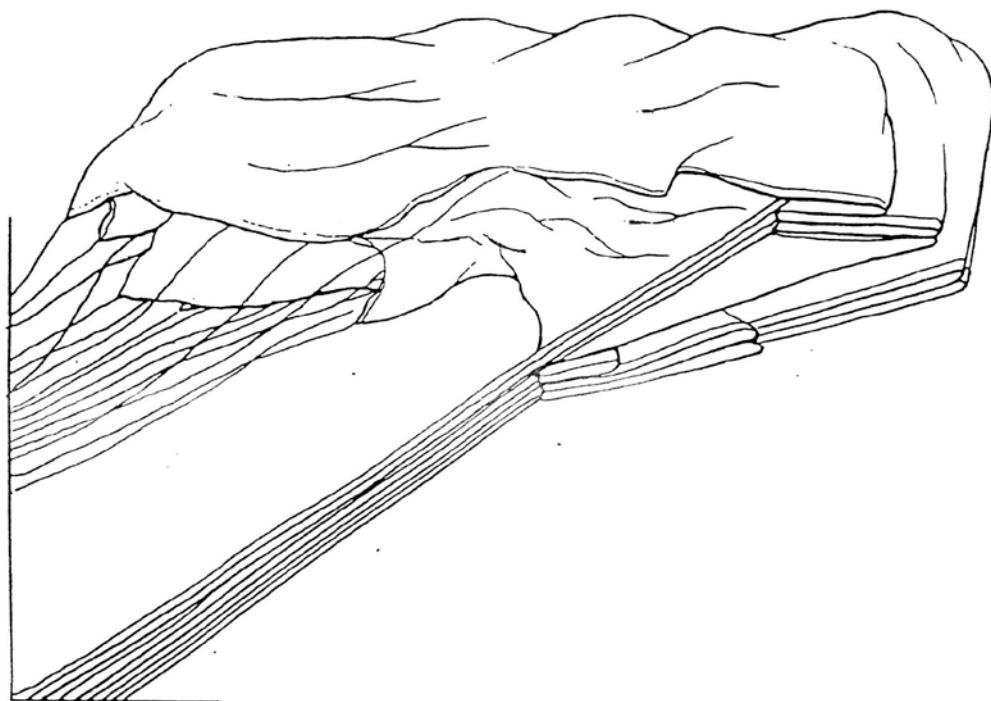

Рис. 22
- 5) уложить задние полотнища, как показано на рис. 22;